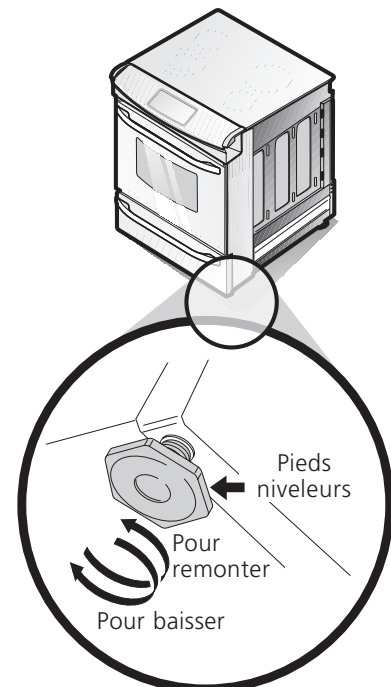

Figure 12
2. Déposez un niveau à bulle sur la grille. Prenez 2 lectures en plaçant le niveau en diagonale dans une direction, puis dans l'autre direction. Si nécessaire, ajustez les 4 vis de nivellement à l'aide d'une clé pour niveler l'appareil (reportez-vous à la figure 12).
4. Mettez la cuisinière à niveau au besoin, en l'ajustant avec les 4 pieds niveleurs à l'aide d'une clé à molette (voir Figure 12 ci-dessous). Un dégagement minimum de 1/8" (0.3 cm) est requis entre le bas de la cuisinière et les pieds niveleurs arrière pour disposer de suffisamment d'espace pour installer les supports anti-basculés.